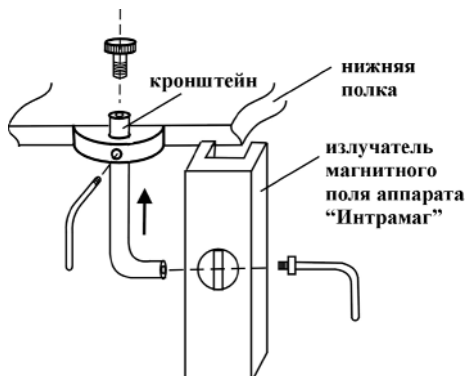

Рис.9
4.5. Установить кронштейн для фиксации излучателя магнитного поля аппарата "Интрамаг". Для этого вставить кронштейн прямой частью в отверстие гнезда, расположенного на переднем торце нижней полки стойки и зафиксировать его уголковым фиксатором через боковое отверстие гнезда. Рис.9. Вернуть до упора винт защиты кронштейна от выпадения из гнезда в его торцевую часть. К короткой изогнутой части кронштейна в дальнейшем крепится излучатель бегущего магнитного поля аппарата "Интрамаг"